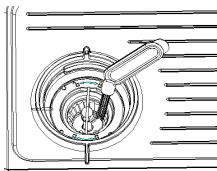

Fig. 12: limpa a câmara do moinho e o canal de passagem de pó com a escova de limpeza incluída, conforme mostrado na Fig. 13.
Fig. 11: limpa o dispositivo antiestático e a saída de moagem de café (5) (se o café em pó sair mais lentamente do que o normal, ou se ficar café em pó a flutuar, limpa o dispositivo antiestático e a saída de moagem de café com a escova de limpeza incluída, conforme mostrado na Fig. 11 e na Fig. 12).